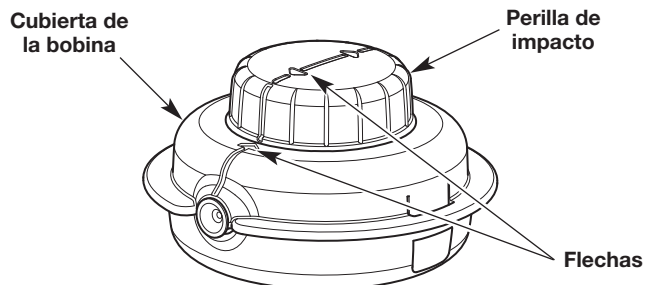

Fig. 15
3. Gire la perilla de impacto para alinear las flechas de la perilla con las flechas de la cubierta de la bobina (Fig. 15).